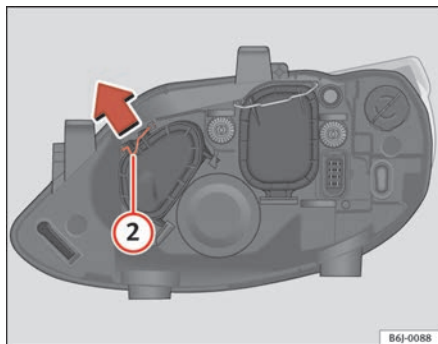

Abb. 148 Fernlicht
- Die Strebe ② in Pfeilrichtung verschieben und den Deckel abnehmen ⇒ Abb. 148.